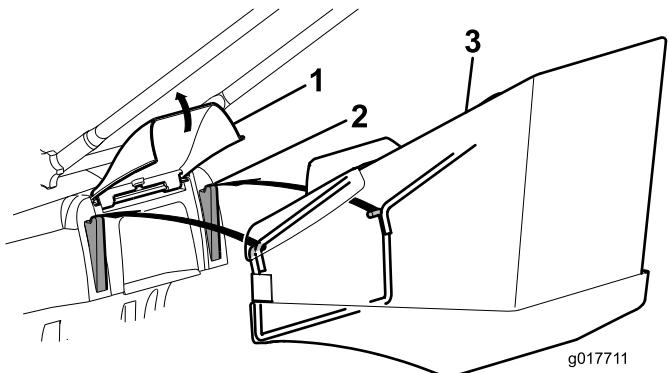

Bild 14
1. Öffnen Sie die Heckklappe, entfernen Sie den Mulchverschluss (Bild 15) und setzen Sie den Fangkorb auf die Nieten (Bild 14).